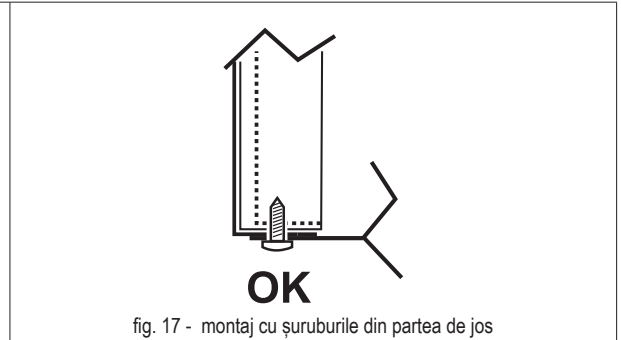
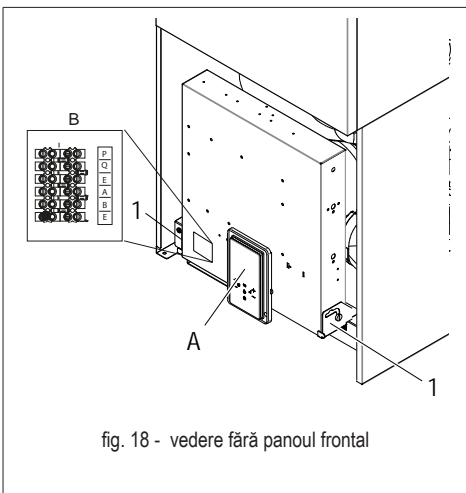
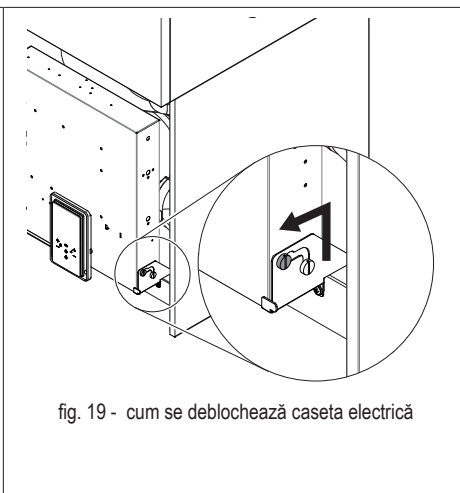

fig. 17 - montaj cu șuruburile din partea de jos
fig. 18 - vedere fără panoul frontal
fig. 19 - cum se deblochează caseta electrică
3. Efectuați operațiunile în ordine inversă, pentru a monta la loc panoul anterior. Asigurați-vă că panoul este corect prins de panoul superior și că se sprijină complet pe panourile laterale. Capul șurubului „A”, după ce a fost strâns, trebuie să fie poziționat conform indicațiilor din „fig. 17 - montaj cu șuruburile din partea de jos”).
Pentru a accesa bornele unității interioare, deșurubați cele două șuruburi (partea 1 - fig. 17) de sub cutia electrică, apoi apucați cutia electrică și eliberați-o (fig. 18), apoi rotiți-o înainte (fig. 19). Scoateți tabla din spate (part. 3 - fig. 19) fixată cu 3 șuruburi (part. 4 - fig. 19).
- A** Panou de afișare și tastatură (fig. 17)
Cutia cu borne de conectare (det. B fig. 17) se află în partea stângă a casetei electrice. Cutia cu borne de conectare este de tip regletă tată-mamă. Pe partea laterală a cutiei cu borne de conectare este aplicată o etichetă de identificare a celor 6 borne disponibile („Tabel. 6 - Tabel cu blocuri terminale”).